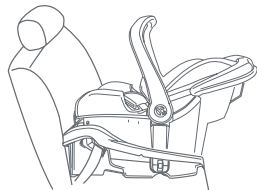

Fig. 51-1
- Silla de Seguridad con base:** Asegúrese de que el vehículo esté estacionado en un terreno nivelado. Bloquee la Silla de Seguridad en la base y verifique que la silla esté nivelada de lado a lado en el asiento del vehículo (Fig. 51-1). Verifique que el indicador de ángulo de la silla coincida con el peso de su hijo.